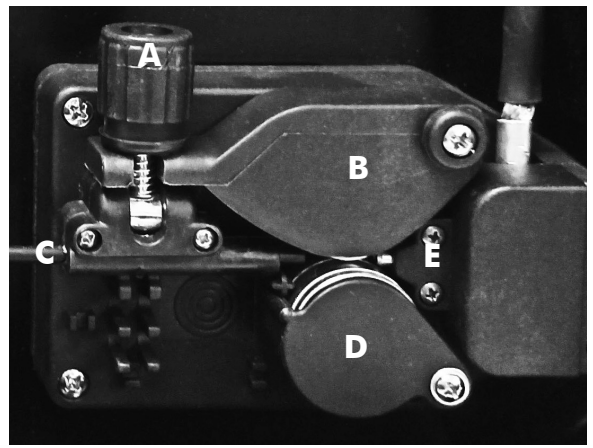

Abbildung 5
- Schrauben Sie die Mutter (1) der Haspel (Trommelbremse) ab und entfernen die Feder (2) und den Außenring (3).
- Die Spule (4) nach Entfernung der Plastikummhüllung wieder in die Haspel einlegen. Den Außenring (3), die Feder (2) und die Plastikmutter (1), die das Bremssystem für die Spulengeschwindigkeit bilden, wieder an Ort und Stelle bringen. **BITTE BEACHTEN:** Die Mutter darf nicht zu fest angezogen werden; ist der Druck zu hoch, wird der Motor für die Bewegung des Drahtes überbeansprucht. Ist er zu schwach, hält die Spule bei Beendigung der Schweißarbeiten nicht sofort an.
- Plastikdrehgriff lockern (A) und senken und die Drahthebel anheben (B) (Abb.5). Etwaige Drahtrückstände aus der Drahthülle entfernen.
- Draht aus der Spule lassen und mit einer Zange so festhalten, der er sich nicht abwickeln kann. Das Ende vor dem Einführen in die Führung (C) ggf. gerade biegen. Draht so einführen, dass er über den unteren Rollen (D) verläuft und die Drahthülle eintritt.